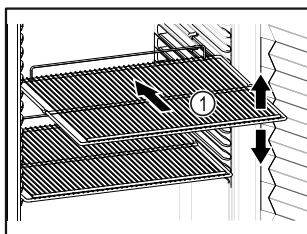

Fig. 50 Näitlik kujutis
- Kui hoiurestid Fig. 50 (1) on teiseldatavad, siis kohandage olenevalt kõrgusest.